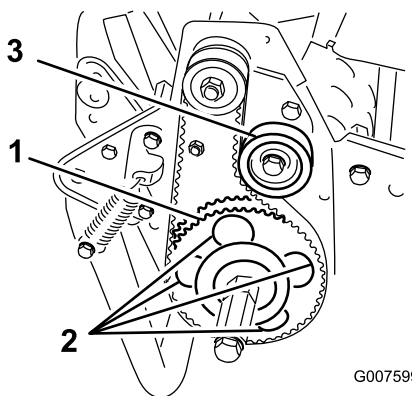

図 38
7. 受動プーリを回して、4つの穴にローラ・ベアリング・フランジ・ネジを整列させる (図 38)。
11. ベルトの張りを調整し、アイドラ・プーリ・ネジを締める(図 38)。